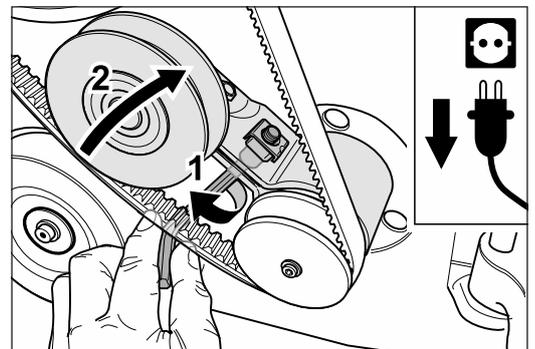

Abb. 66 Die Klemmschraube des Riemenspanners lösen (1) und den Keilriemen entspannen (2).
- 6 Lösen Sie die Klemmschraube des Riemenspanners für den Keilriemen des Ventilators (Abb. 66, 1).
- 7 Drehen Sie den Riemenspanner nach rechts (Abb. 66, 2). Dadurch wird der Keilriemen entspannt.